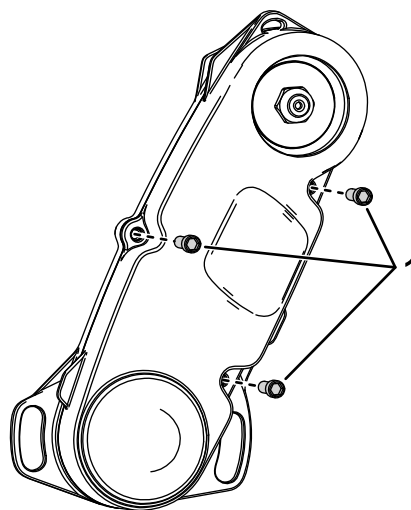

**Bild 1**
4. Entfernen Sie den Stopfen von der oberen Seite des Spindelantriebs (Bild 1).